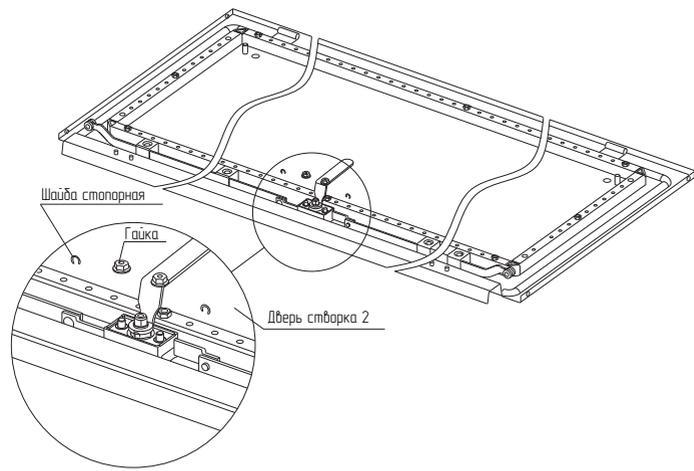

Рисунок 26
4.14.2 Установить замок на шпильки створки 2 двери, закрепить гайками М6 из комплекта, момент затяжки 4 Н·м, надеть ригели двери на направляющие замка и закрепить шайбами стопорными (рисунок 26).